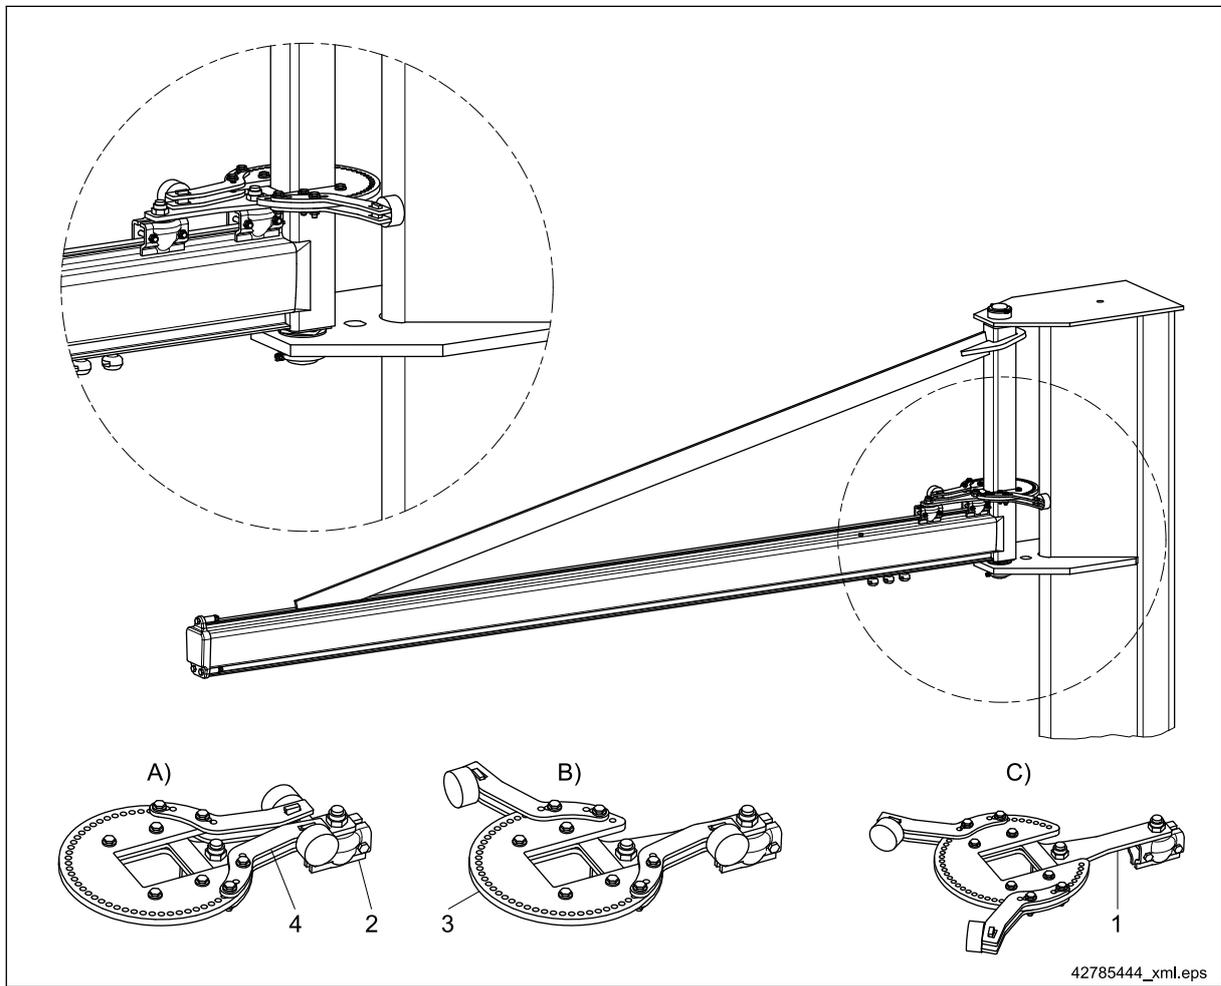

Fig. 36
- pour les porte-butoirs, deux positions de montage sont possibles ( $\Rightarrow$  Fig. 36, Page 52), le butoir doit le cas échéant également être fixé et vissé de l'autre côté ;